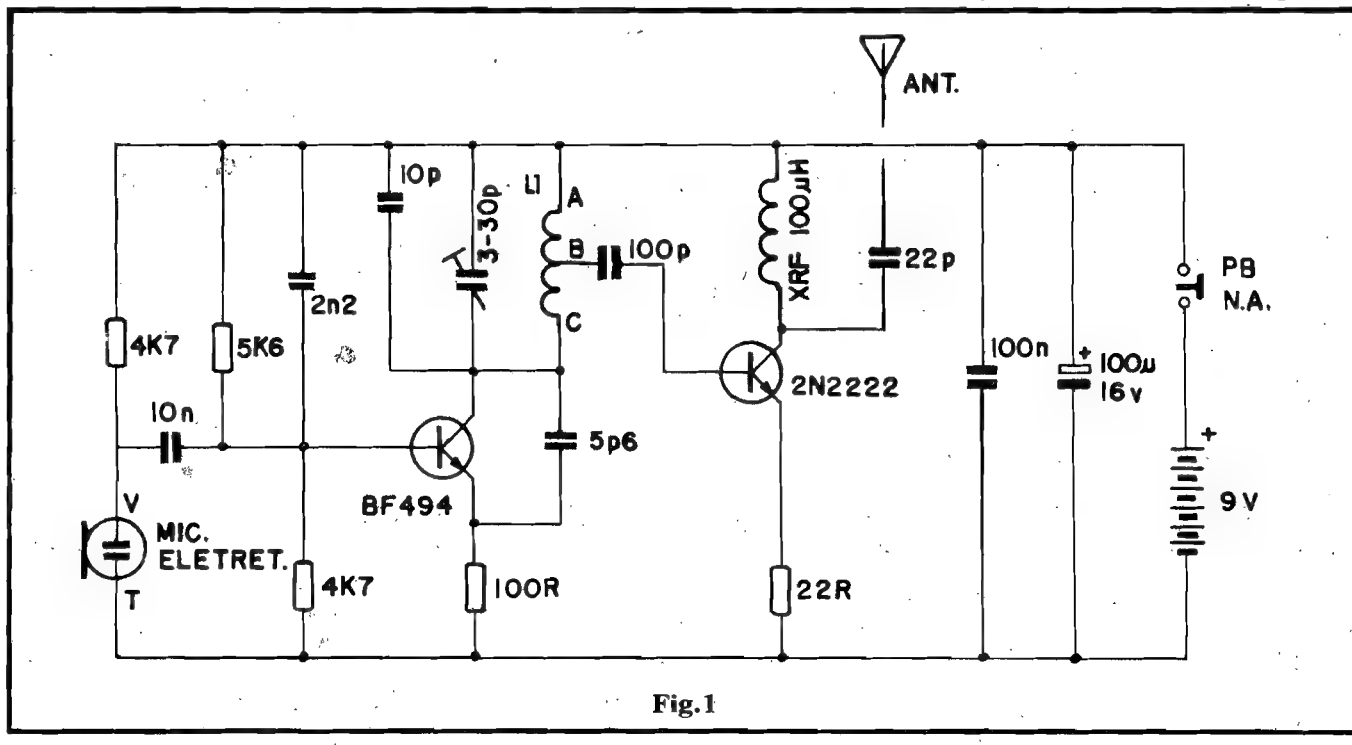

Fig. 1
- **FIG. 1 - O CIRCUITO** - O "esquema" é muito simples, na verdade uma **ampliação** do mini-projeto original do MICROTRANS FM, ao qual foi anexado um "reforço", na forma de amplificação final da RF já modulada em Frequência, por um segundo transistor... No núcleo do circuito temos o transistor BF494 (apropriado para trabalhar nas elevadas Frequências envolvidas...), num arranjo **Colpitts** modificado (oscilador com realimentação por capacitor). A bobina L1 (detalhes construcionais mais adiante...) e o **trimmer** (capacitor ajustável de 3-30p) permitem sintonizar a oscilação, fixando-a no conveniente valor, normalmente em torno de 90 a 95 MHz (próximo ao centro da faixa de FM comercial). Notem que o capacitor de 10p, "paralelado" ao conjunto LC de sintonia,